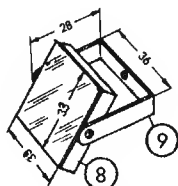

Fig. 288.
Le molle (7) sono di ottone crudo (0,2 mm) e le loro forme e dimensioni risultano dalla figura 287. Il piano (6) (v. disegno costruttivo III) è di legno compensato 4 mm, e viene avvitato ed incollato sulla battuta del supporto (figura 283) dopo avervi avvitato le due molle. Dal vetrino ci facciamo tagliare uno specchietto di 33x33 mm che incolliamo su un'assicella (8) spessa 6 mm. Un pezzo di piattina di ottone o di ferro (8x1 mm) con tre fori 2,5 mm, piegato due volte, forma il cavallotto (9) per lo specchio (fig. 288). Avvitiamo ora il cavallotto (9) su (8) e sul supporto con viti di legno, in modo che le giunture siano mobili (rondelle!).